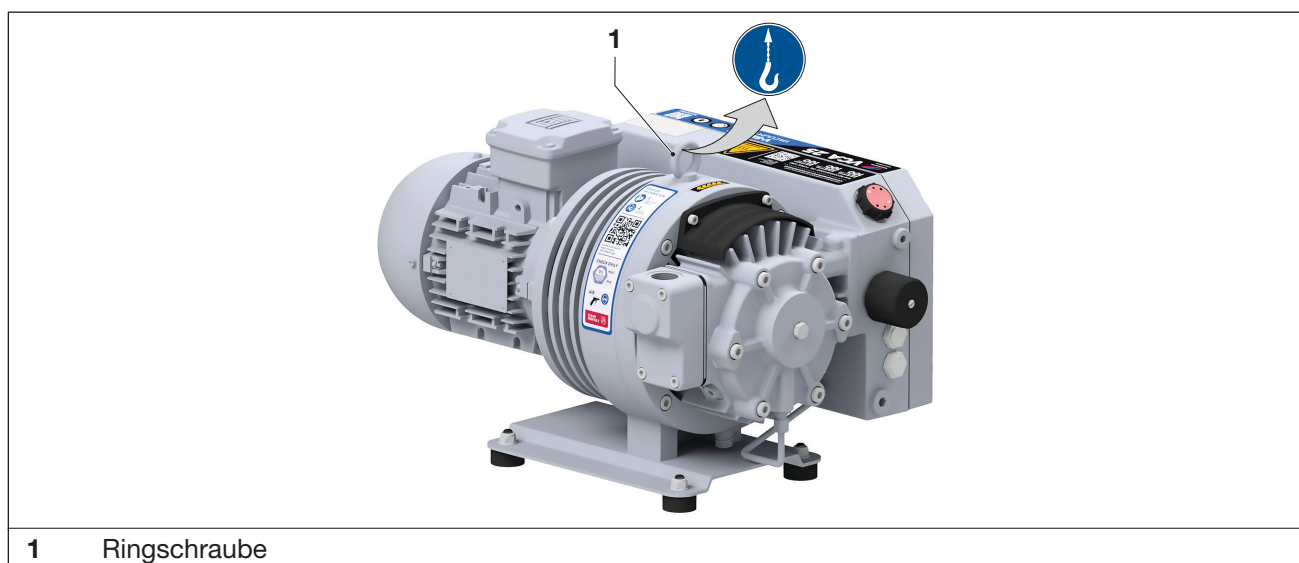

Abb. 1 Lastaufnahmemittel zum Anheben und Transportieren
- b) Die Ringschraube (Abb. 1/1) fest anziehen.
- c) Zum Anheben der Maschine, diese mittels Hebezeug an der Ringschraube (Abb. 1/1) aufhängen.